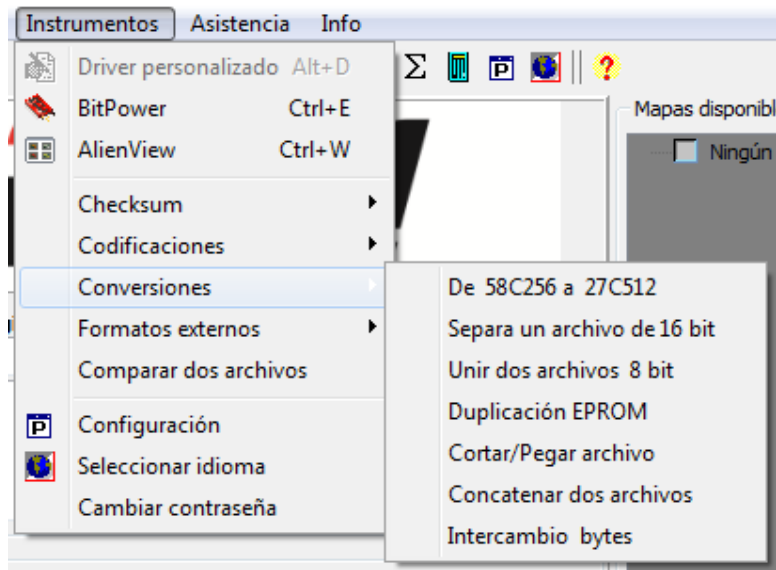

Figura 6: Lista *Conversiones* disponibles.
1. Desde la ventana principal del programa, seleccionar el menú *Instrumentos* y sucesivamente *Conversiones* (Figura 6).